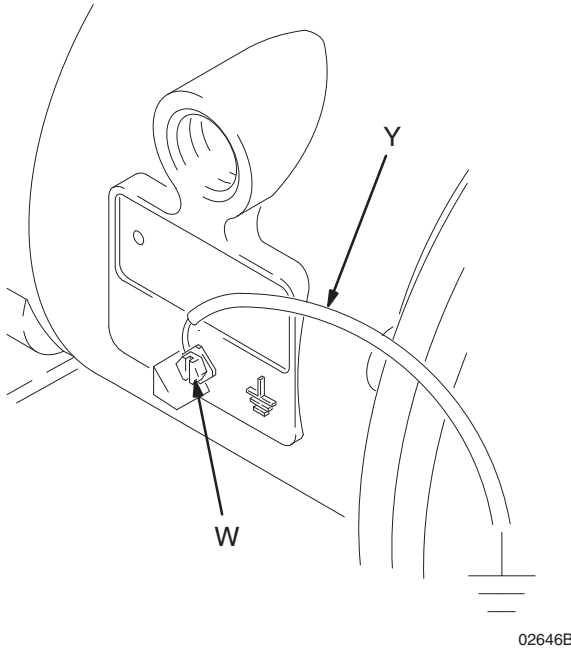

Fig. 1
- **Pompe** : raccordez un fil de terre avec attache comme indiqué sur la FIG. 1. Desserrez la vis de mise à la terre (W). Insérez une extrémité d'un fil de terre (Y) de 1,5 mm² (12 ga) minimum derrière la vis de mise à la terre et serrez cette dernière fermement. Branchez l'extrémité du fil de terre sur